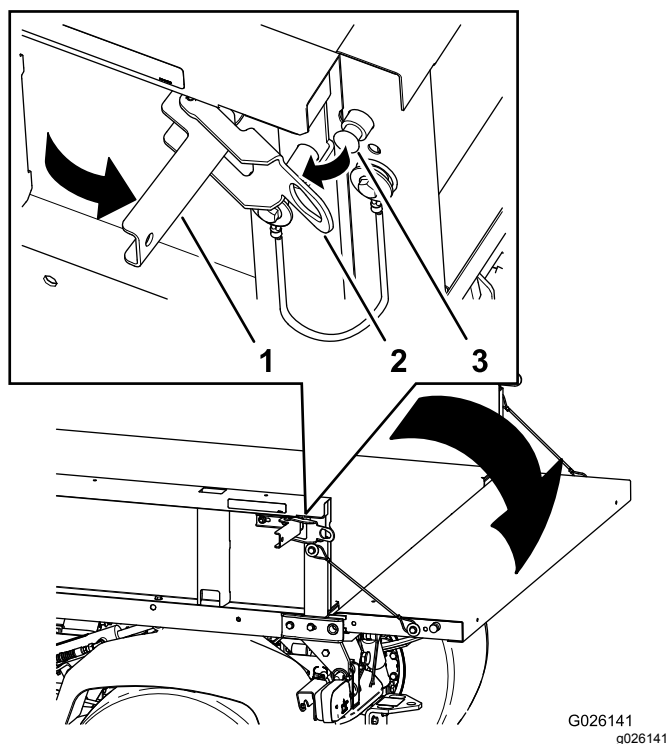

Figure 22
2. Ouvrez les verrous sur les côtés droit et gauche du plateau de chargement et abaissez le hayon (Figure 22).